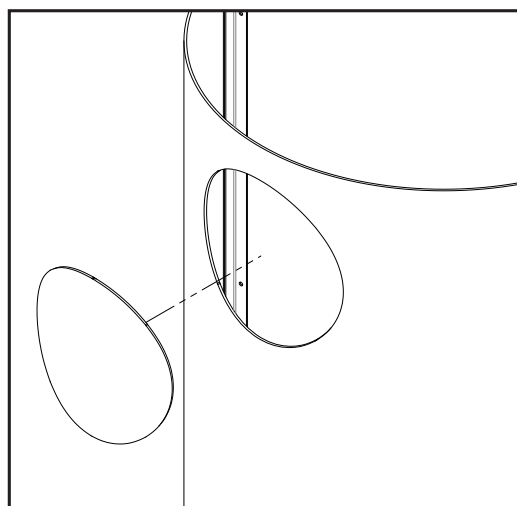

Figure 75: Perforation du châssis arrière
12. Retirez le poinçon du châssis arrière à l'aide d'un gros marteau (voir la Figure 75). Placez un chiffon autour du périmètre pour éviter d'endommager le châssis au cas où vous frapperiez accidentellement la surface peinte.